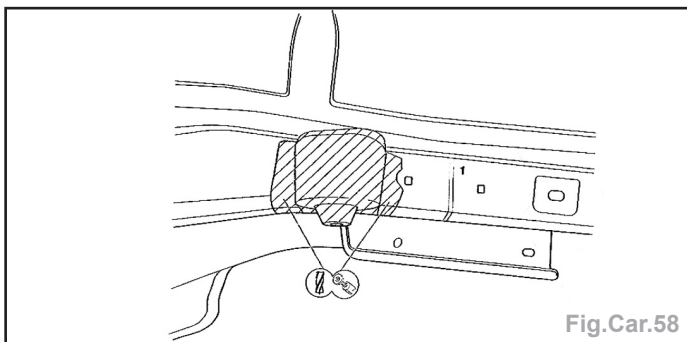

Fig.Car.58
- Fraiser et meuler les points de soudure électriques (Fig.Car.58).